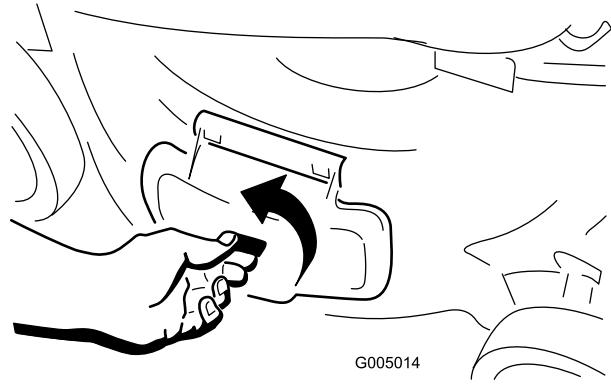

Figura 20
- Desbloquee la puerta de descarga lateral (Figura 20).